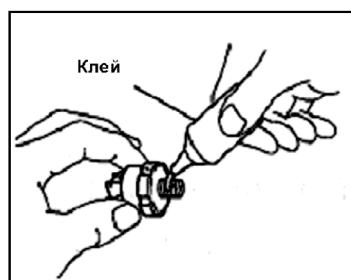

Рис. 82
6. Смажьте 2-3 нити резьбы датчика герметиком. Установите датчик давления масла (Рис.82);